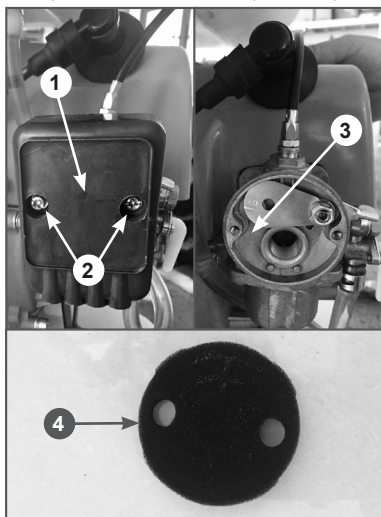

Рис. 13 Обслуживание воздушного фильтра
Загрязнение воздушного фильтра может препятствовать поступлению воздуха для образования воздушно-топливной смеси. Для предотвращения неисправностей двигателя надо осуществлять регулярное обслуживание воздушного фильтра (Рис. 13). При работе в условиях повышенной запыленности воздушный фильтр необходимо обслуживать чаще.
1. Открутите два винта крепления 2 крышки воздушного фильтра и снимите крышку воздушного фильтра 1 (Рис. 13).
2. Извлеките фильтрующий элемент 4 из крышки 1 (Рис. 13) и проверьте его состояние.